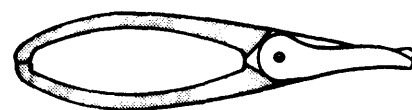

Fig. 1
- a) Tijera de láminas estrechas, para cortes rectos y curvos de radio pequeño (fig. 1).